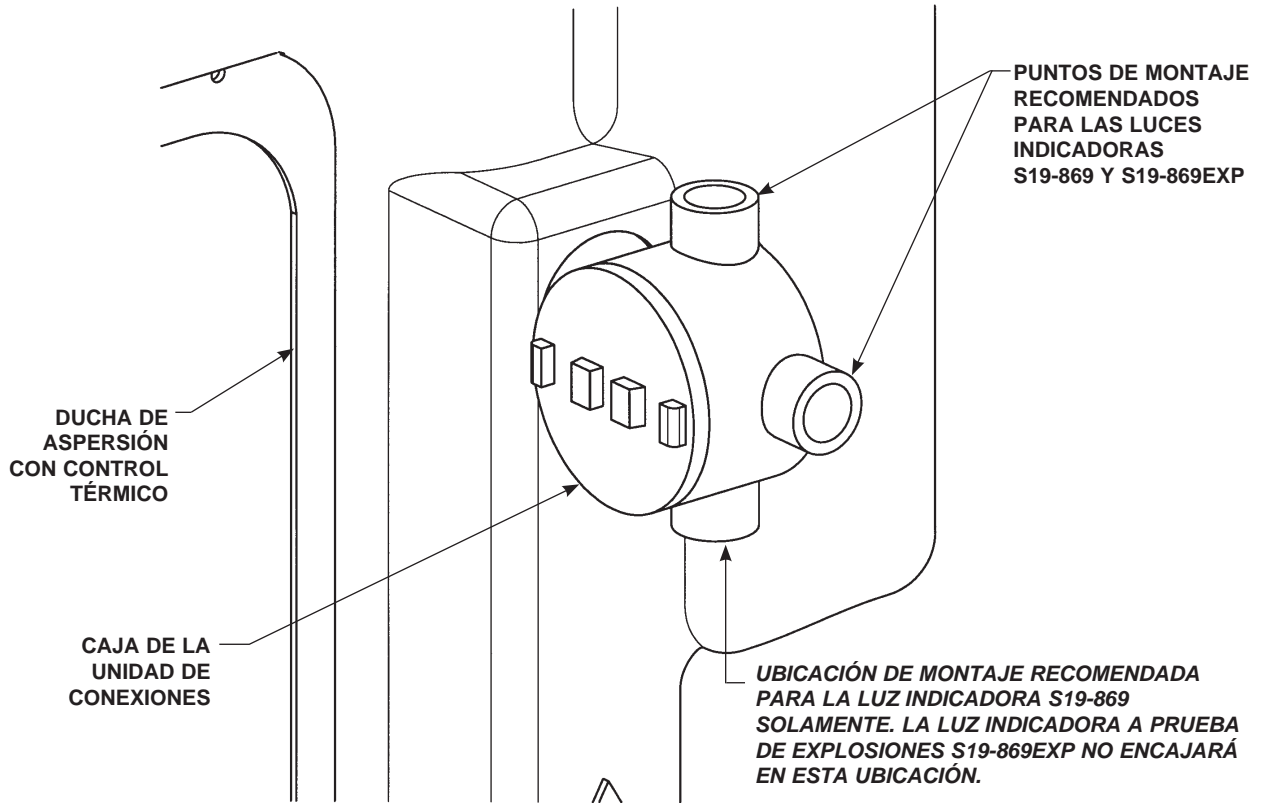

Figura 1
- La luz indicadora puede montarse directamente en la caja de conexiones de la unidad en cualquiera de las ubicaciones que se muestran en la figura 1 más abajo.